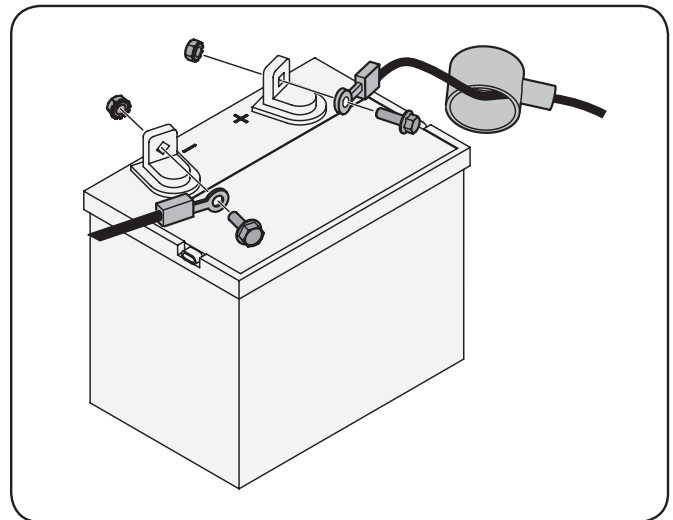

Figure 1-6
1. Enlevez le couvercle en plastique, le cas échéant, de la borne positive de la batterie et attachez le câble rouge à la borne positive de la batterie (+) avec le boulon et l'écrou à six pans. Voir la Figure 1-6.
2. Enlevez le couvercle en plastique, le cas échéant, de la borne négative de la batterie et attachez le câble noir à la borne négative de la batterie (-) avec le boulon et l'écrou à six pans. Voir la Figure 1-6.